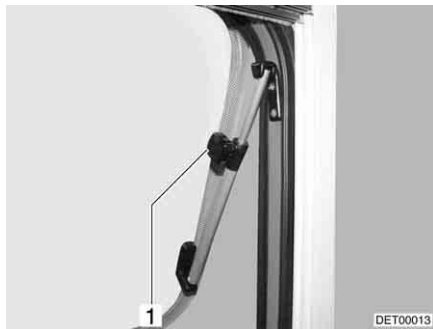

Bild 98 Tacklucka med vridspärrar,
- Takluckan öppnas till önskat läge och fixeras med ratten (Bild 98,1).
- Vrid den lettrade hylsan (Bild 98,1) tills låsningen släpper.